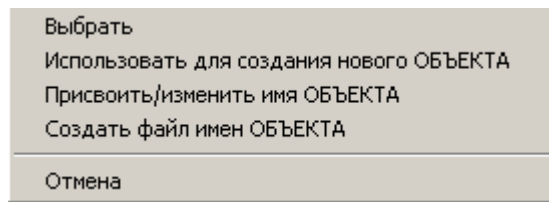

Рисунок 72 – Меню опций
5.2.9.4 В левой части таблицы есть поле Comment, в которое можно ввести информацию об объекте. Для этого, на требуемой строке, нажать правой кнопкой манипулятора «мышь» и, из появившегося меню, выбрать опцию «Присвоить/изменить имя объекта» (рисунок 72). При этом открывается модальная форма для ввода информации об объекте, вид которой приведен на рисунке 73.